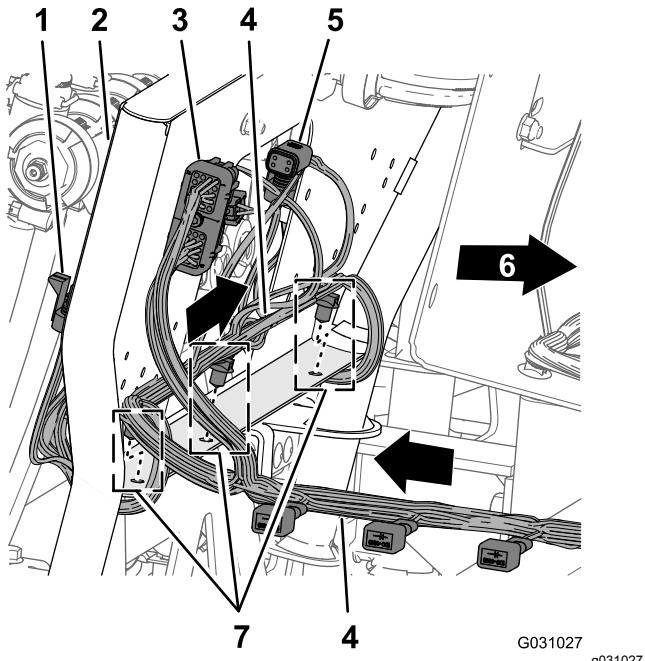

図 99
1. 203 cm の枝線を、10バルブマウントの裏面を横断するように配設するノズルバルブ用の 10 個のコネクタが後方へ向き、バルブの下に来るようのこと 図 99。